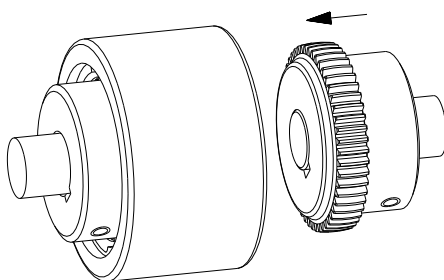

Bild 16
- Verschieben Sie die Aggregate in axialer Richtung bis das E bzw. E₁-Maß erreicht ist (siehe Bild 16).